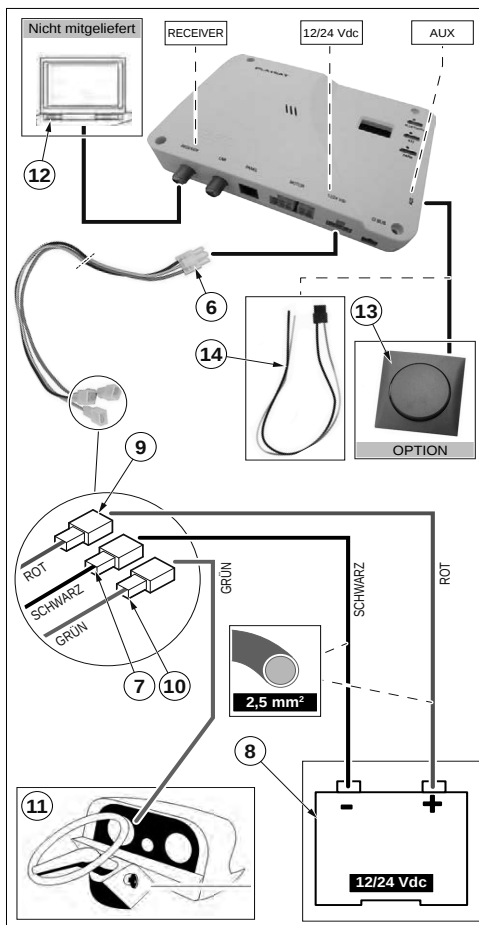

Abb. 15
4. Den Stecker („Abb. 15“ - 6) des Versorgungskabelstrangs an die „12/24 Vdc“-Stecker an der Steuereinheit anschließen.